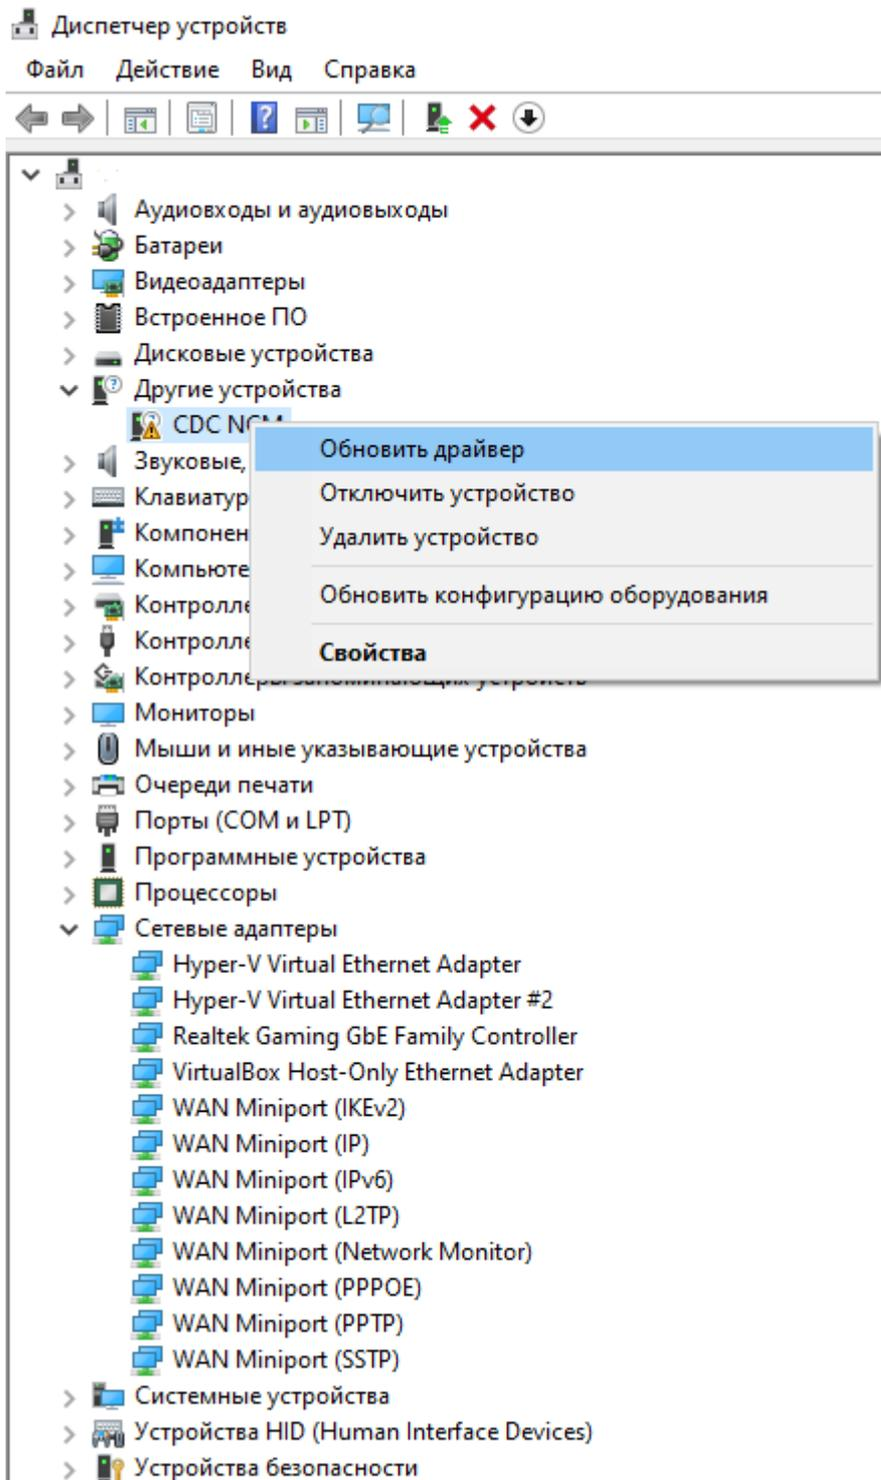

Рисунок 45. Программа «Диспетчер устройств», выбор вкладки «Обновить» для контроллера
- 2) В программе «Диспетчер устройств» найти во вкладке «Другие устройства» устройство с названием «CDC NCM», после чего нажать по нему ПКМ и перейти во вкладку «Обновить драйвер» (см. Рис. 45);